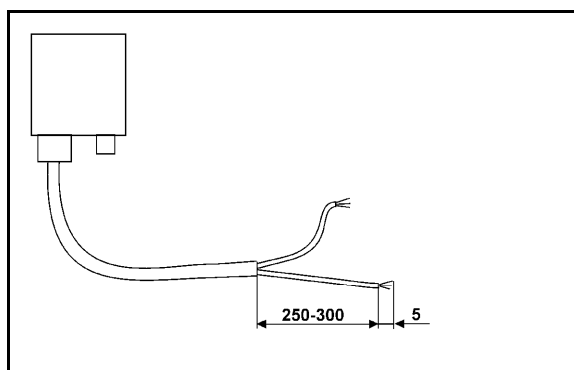

Bild 3
Exempel (Fig. 3/6)
3. Skala kabeländan (Bild 3) ca 250 till 300 mm
- Avisolera 5 mm på båda kabeländar (Bild 3).